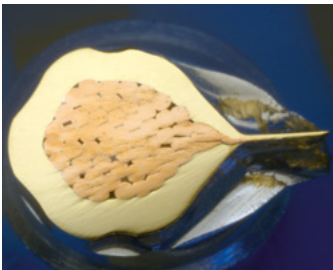

Abb. V-3: Schliffbild einer fehlerhaften Probe, extreme Asymmetrie
- Unsymmetrische Ausbildung der Querschnittsfläche (Abbildung V-3)